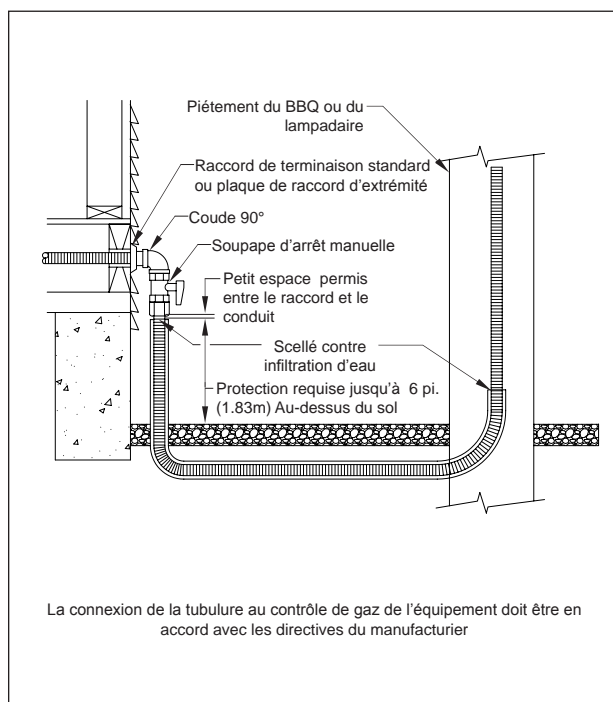

FIG. 4-26 Connexion enfouie sous le sol
- Les lampes de jardin doivent être raccordées au système DIAMONDBACK™, tel qu'illustré dans la FIG. 4-26. Tous les systèmes DIAMONDBACK™ installés dans le sol doivent être protégés par un conduit non-métallique. Pour empêcher l'eau de s'infiltrer par les extrémités exposées, celles-ci doivent être bouchées.
La **FIG. 4-26** illustre une installation acceptable de tubulure d'acier inoxydable ondulée dans le sol ou le béton.